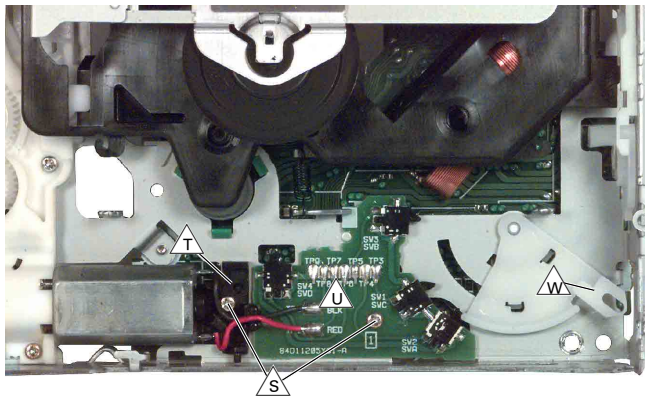
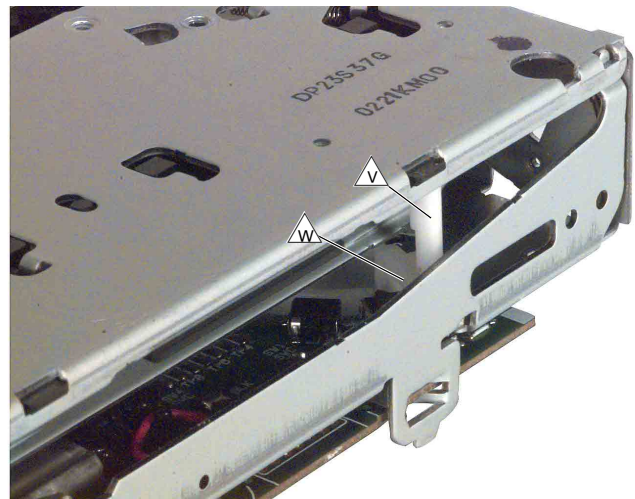

Fig. 3.7
Fig. 3.8
- 2 Schrauben \triangle_S (Fig. 3.7) herausschrauben und den Halter \triangle_T herausnehmen.
- Beim Wiederaufsetzen der Abdeckung \triangle_P darauf achten, dass der Zapfen \triangle_V (Fig. 3.8) in den Schieber \triangle_W (Fig. 3.7 / 3.8) greift!
- Undo 2 screws \triangle_S (Fig. 3.7) and remove the holder \triangle_T .
- When reassembling the cover \triangle_P pay attention that the bolt \triangle_V (Fig. 3.8) graps into the slide \triangle_W (Fig. 3.7 / 3.8)!